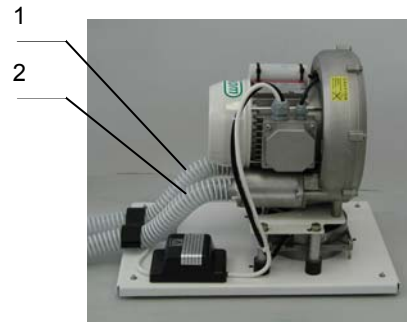

Fig.3
Deux tuyaux pour aspiration et refoulement sont branchés au groupe d'aspiration (fig.3). Les tuyaux reliés à l'entrée (1) et à la sortie (2) du groupe mènent vers la paroi de fond de l'armoire et sortent à travers le trou de fond ou débouchent dans la canalisation dans le plancher. Le tuyau d'aspiration est relié à la distribution du récepteur (unité dentaire) et le tuyau de refoulement est relié aux conduits sortant à l'extérieur de la zone de travail de l'utilisateur.